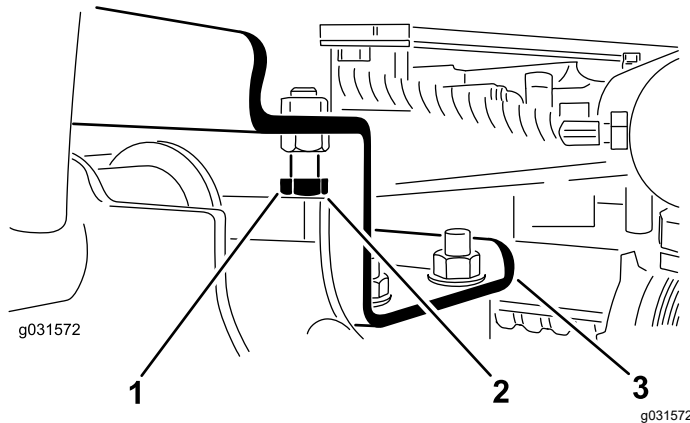

图 14
- A. 拧松止动螺栓 图 14。
2. 确保各个提升臂与止动螺栓之间的间隙介于 0.131.02mm 之间如图 14 所示。